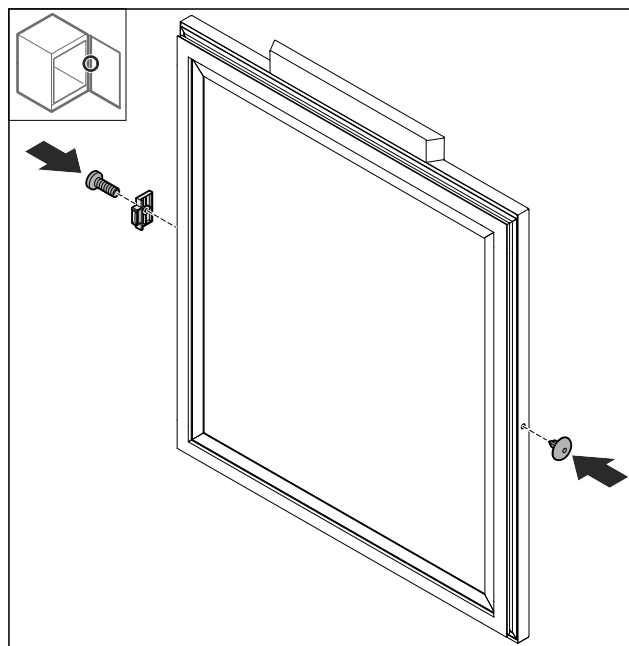

Fig. 70
- ▶ Az ajtóütközőt Fig. 70 (1) 180°-kal elfordítva szerelje fel az ellenkező oldalra.
- ▶ Helyezze be a fedelet Fig. 70 (2) az ellenkező oldalra.